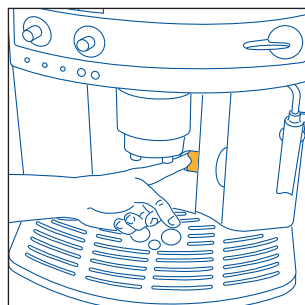

Fig. 15
NOTA 7: A máquina conta o número de cafés tirados. A cada 14 cafés normais (ou 7 duplos), a luz piloto 🔦 acende-se fixamente (cap. 12 ponto 3), indicando que o recipiente de borras está cheio de pastilhas e que é, assim, necessário esvaziá-lo e limpá-lo. Enquanto não limpar a gaveta de borras, a luz manter-se-á acesa e a máquina não poderá fazer o café. Para efectuar a limpeza, abra a porta de serviço situada na parte frontal, puxando a pega própria (fig. 15); a luz 🔦 intermitente acender-se-á (consulte o par. 12, ponto 9); retire depois a pingadeira (fig. 16), esvazie-a e limpe-a. Esvazie e limpe cuidadosamente a gaveta de borras, tendo o cuidado de remover todos os resíduos que possam estar depositados no fundo. Seque também as eventuais gotas de condensação que estejam depositadas no interior da máquina sob a pingadeira. **IMPORTANTE:** Sempre que retirar a pingadeira, é OBRIGATÓRIO esvaziar o recipiente de borras de café, ainda que este esteja pouco cheio. Se esta operação não for efectuada pode acontecer que, quando tirar os cafés seguintes, o recipiente de borras se encha mais do que o previsto e que a máquina fique obstruída com pastilhas saturadas.
- Abra a porta de serviço (fig. 15);